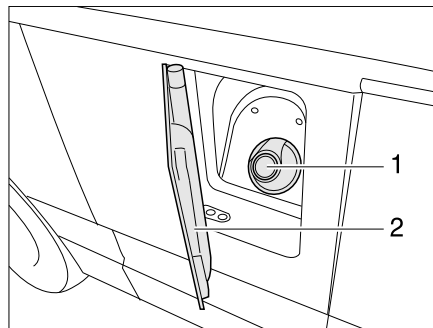

Bild 27 Verschlussdeckel für Kraftstoff-Einfüllstutzen
- Klappe (Bild 27,2) zur Seite schwenken.
- Schlüssel in Schließzylinder (Bild 27,1) stecken und entgegen dem Uhrzeigersinn drehen.